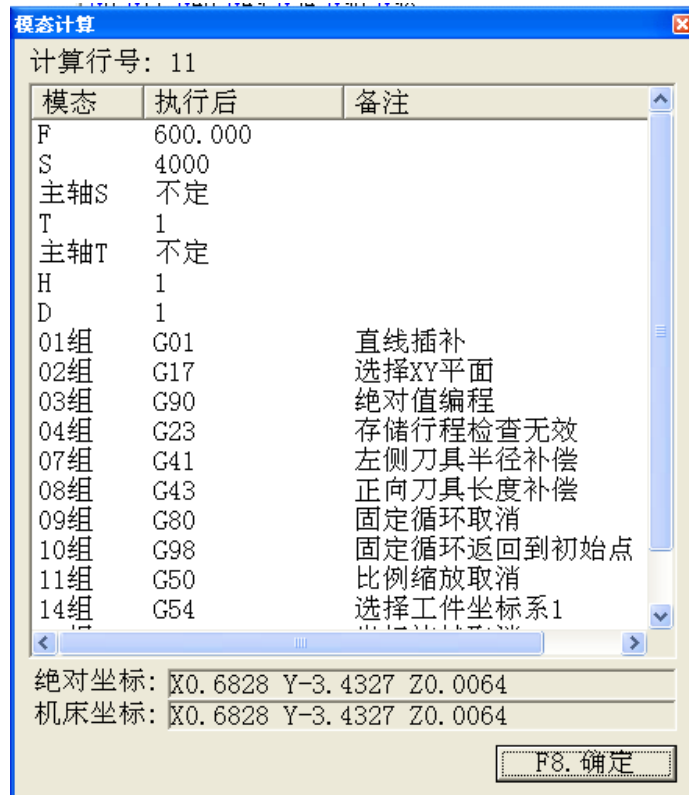

图4
3. 如想在当前暂停位置继续加工，至少要在记录行号位置的上一行或上几行进行加工，如在记录行号位置的上3行处继续加工，就将鼠标位置点到记录行的前3行位置，随后点击“CF8.继续→CF6.计算模态”会弹出如图4所示对话框。